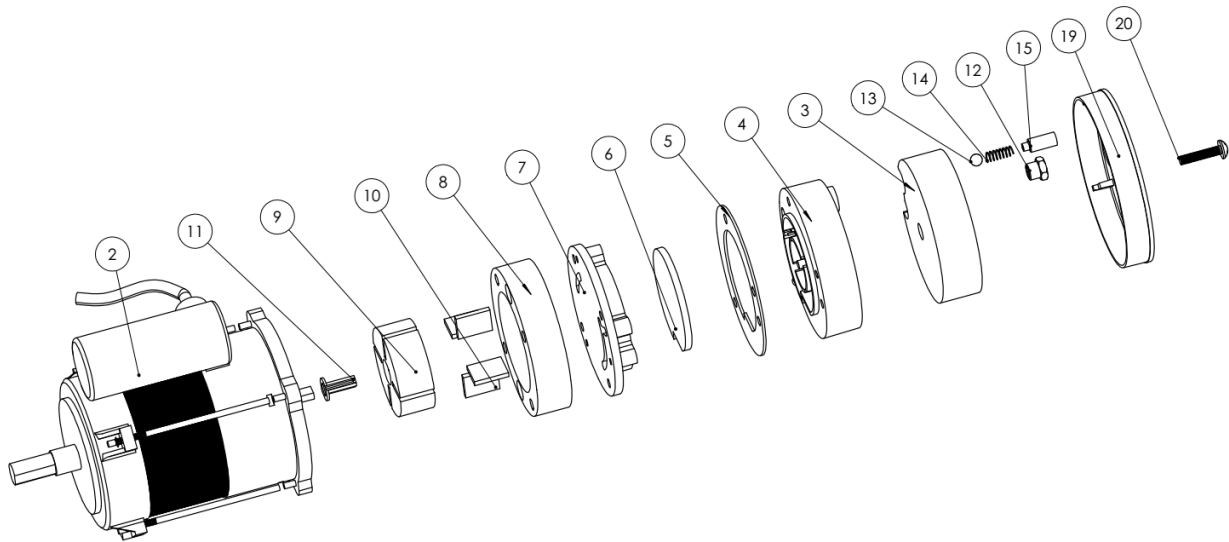

Fig.3
Nettoyer les filtres à air. Retirer le couvercle d'extrémité du filtre (19), laver le filtre d'admission d'air (3) à l'aide d'un détergent léger et le sécher soigneusement avant de le réinstaller. Remplacer le filtre à air (6) une fois par an (Fig.3)